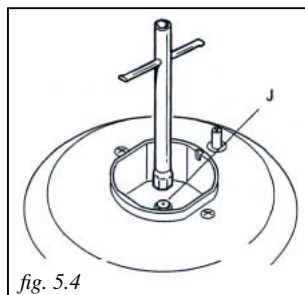

fig. 5.4
- À l'aide d'une clé, remplacez les buses des injecteurs "J" (fig. 5.4 - 5.5) par le modèle le plus adapté pour le type de gaz à utiliser.